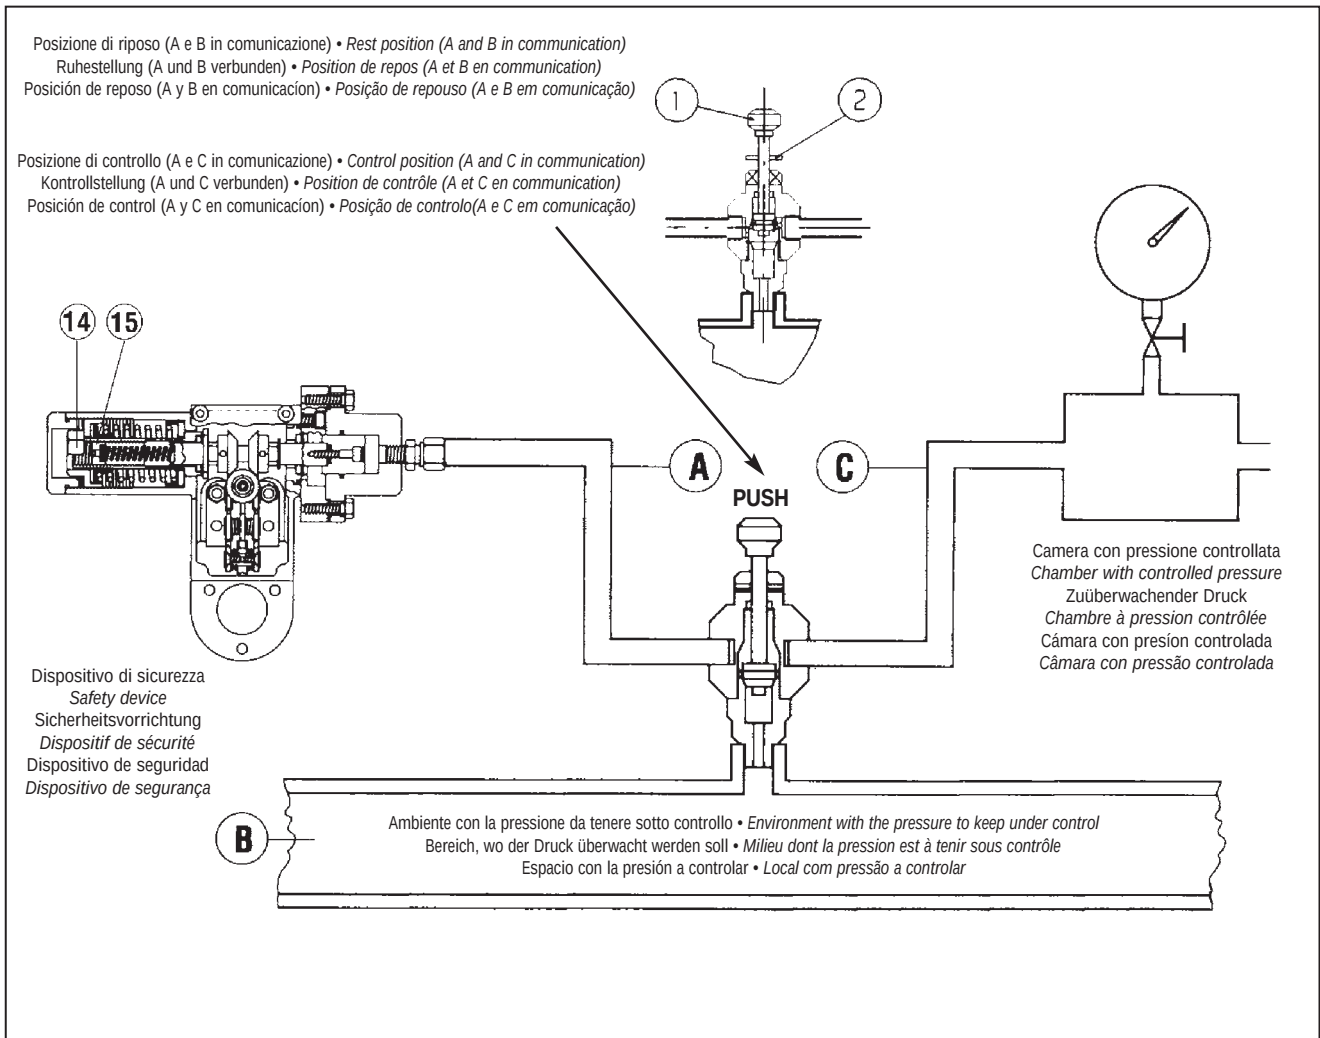

Fig. 23
- A) Per dispositivi di blocco collegati alla tubazione di valle tramite la valvola deviatrice a tre vie "push" 11 procedere nel modo che segue (fig. 23):
- A) For slam-shuts connected to the downstream piping by a three-way deviator push valve 11, proceed as follows (fig. 23):
- A) Bei Sicherheitsabsperrventilen, die durch das 3-Wege-Ventil "Push" 11 mit der Ausgangsdruckleitung verbunden sind, ist folgendermaßen vorzugehen (Fig. 23):
- A) Pour les dispositifs de sécurité reliés au tuyau en aval par la vanne déviatrice à trois voies "push" 11, procéder de la façon suivante (Fig. 23):
- A) Para los dispositivos de bloqueo conectados a la tubería de salida a través de la válvula de tres vías "push" 11, proceder de este modo (fig. 23):
- A) Para os dispositivos de bloqueio ligados à tubação de jusante através da válvula desviadora de 3 vias "push" 11, prosseguir como segue (fig. 23):